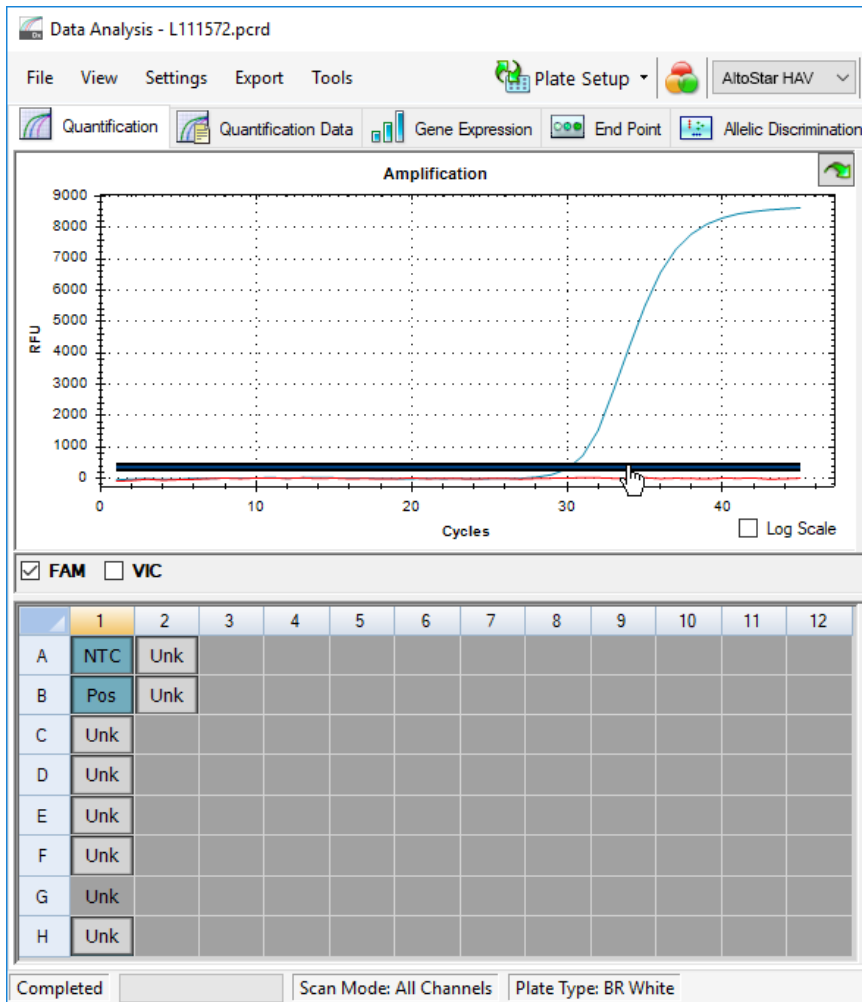

Figura 10: Finestra Data Analysis (Analisi dei dati): impostazione della soglia FAM™
5. Sul lato sinistro della finestra Data Analysis (Analisi dei dati) togliere il segno di spunta dalla casella di controllo **VIC** e spuntare solo la casella di controllo **FAM** per il canale di rilevamento del target HAV (vedere figura 10).
6. Selezionare solo i pozzetti contenenti NTC e PC nella vista piastra della finestra Data Analysis (Analisi dei dati) (vedere figura 10).
7. Trascinare la soglia pozzetto sopra al segnale dell'NTC nell'area esponenziale del segnale PC (vedere figura 10).